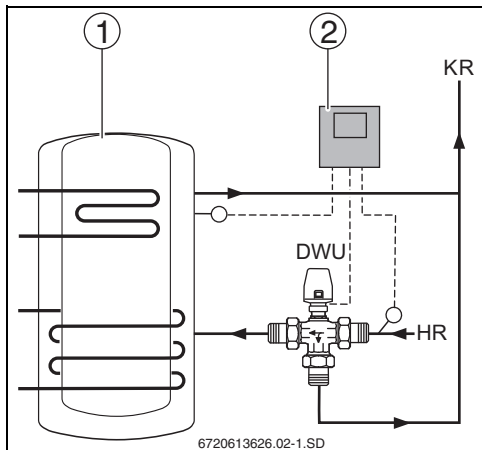

Рис. 8 Клапан для повышения температуры обратной линии
- Установите 3-ходовой клапан в обратную линию между бойлером-накопителем или комбинированным бойлером (→ рис. 8, поз. 1) и отопительным котлом в соответствии с приведённой далее таблицей.